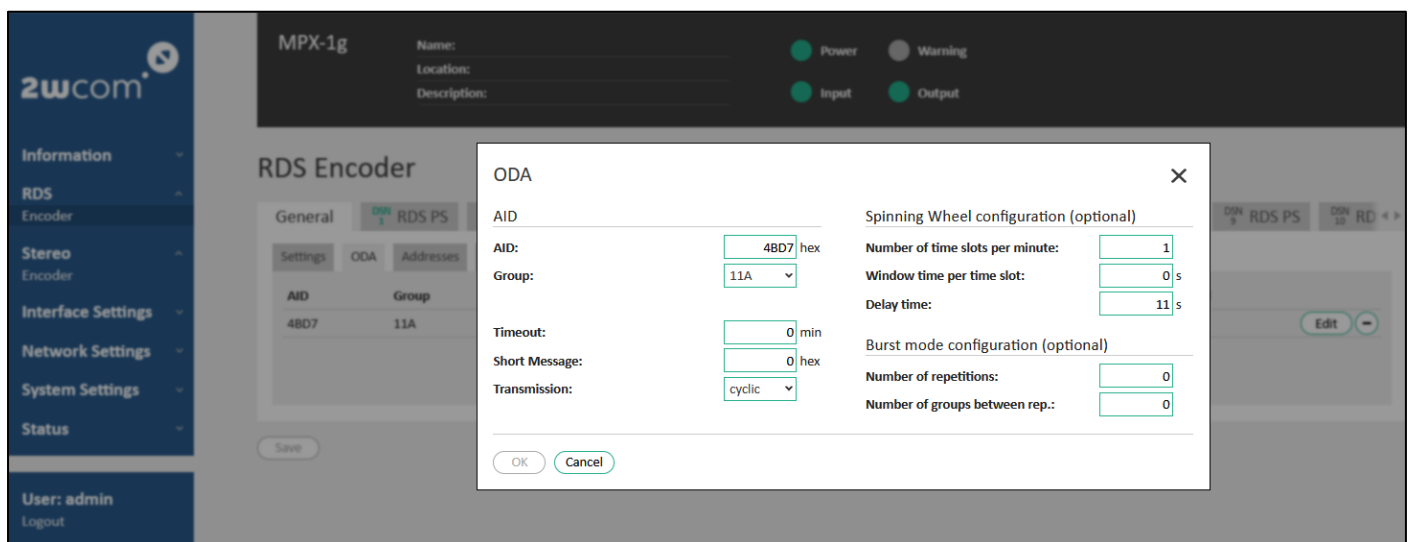

Abbildung 20: Konfiguration der Open Data Applikationen
3. Klicken Sie auf die Schaltfläche „Edit“, um die Konfiguration für ODA zu bearbeiten (s. Abbildung 20). In diesem Menü kann die Application ID, die Gruppe, das Timeout, eine „Short Message“, die Übertragungsmethode, die „Spinning Wheel“-Konfiguration und die „Burstmodus“-Konfiguration eingestellt werden.